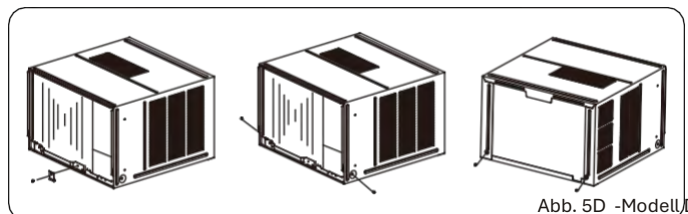

Abb. 5D - Modell D
1. Entfernen Sie die Schraube, die die Halterung des Chassis befestigt, und entfernen Sie dann die Halterung des Chassis (siehe Abb. 5D).
2. Entfernen Sie die vier Schrauben auf beiden Seiten und auf der Rückseite des Schrankes, wie in Abbildung 5D gezeigt.